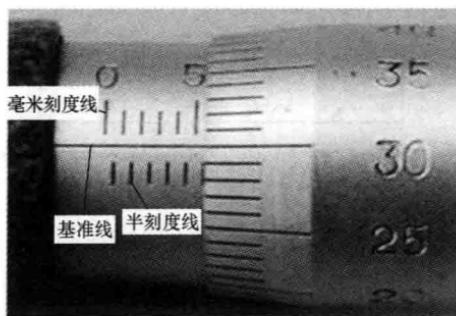

图 1-15 螺旋测微器的刻度
(2) 在读取测量数值时，注意别读错数值，即在固定套管上多读或少读半格（0.5mm），如图 1-15 所示。
(3) 为避免测量一次所得结果的误差，可在第一次测量后松开微调旋钮，再重复测量几次，取平均值即可。